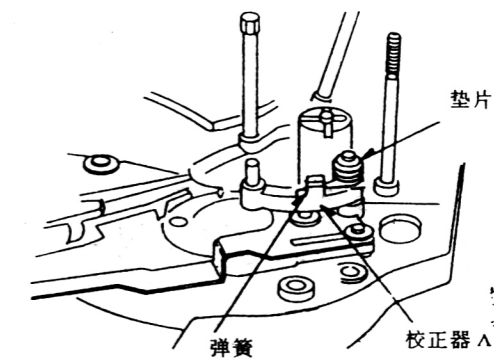

图 1-3-49
2. 安装上校正器 A 并使其上的第一个尖端与校正器 A 驱动臂上第一个尖端相吻合, 如图 1-3-49 和图 1-3-50 所示。